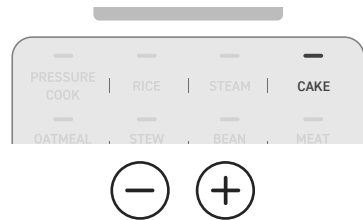

Abbildung 9.5
- Wählen Sie **BACKEN** und drücken Sie die Tasten - oder +, um die Zeit auf die für Ihr Rezept erforderliche Backzeit einzustellen. **[Abb. 9.5]**